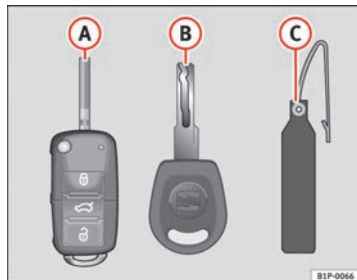

Fig. 63 Set di chiavi
- una chiave a scatto con telecomando ⇒ fig. 63 **A**,